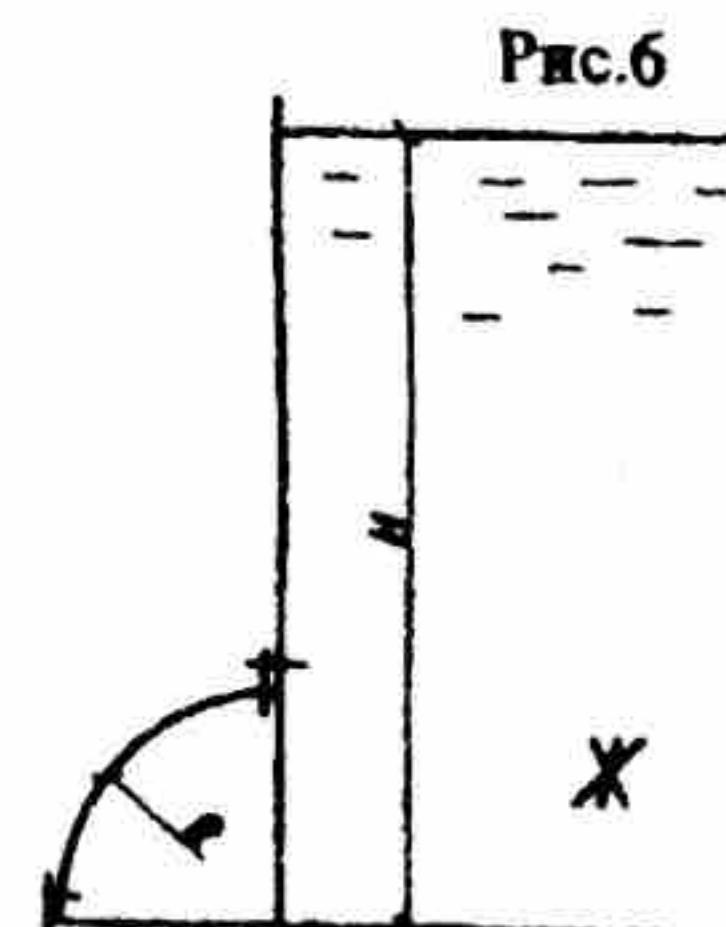

Рис.8
9. Определить полную силу гидростатического давления жидкости на деталь, имеющую форму четверти круглого цилиндра радиусом R и укрепленную на болтах (рис. 8). Под каким углом к горизонту направлена сила давления, если напор жидкости равен H , а длина детали вдоль образующей равна b ?